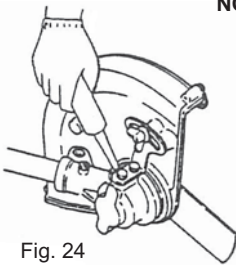

Fig. 24
- The gear case is lubricated with multi-purpose grease. The level should be checked after every 50 hrs. of use by removing check screw. (Fig. 24)
- a. Das Getriebegehäuse wird mit Mehrzwecksfett eingeschmiert, Nach Beseitigung der Halteschraube soll nach jeweils 50 Stunden Betrieb der Ölpegel nachgeprüft werden (Abbildung 24)